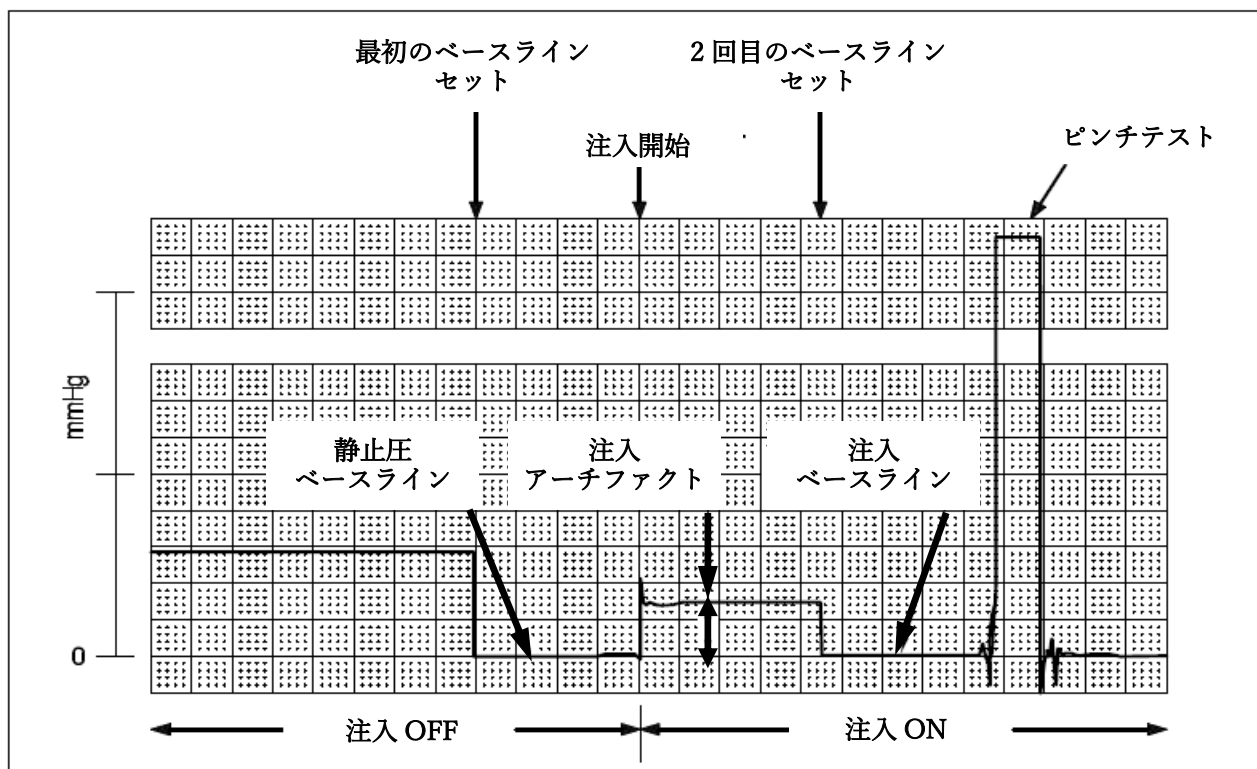
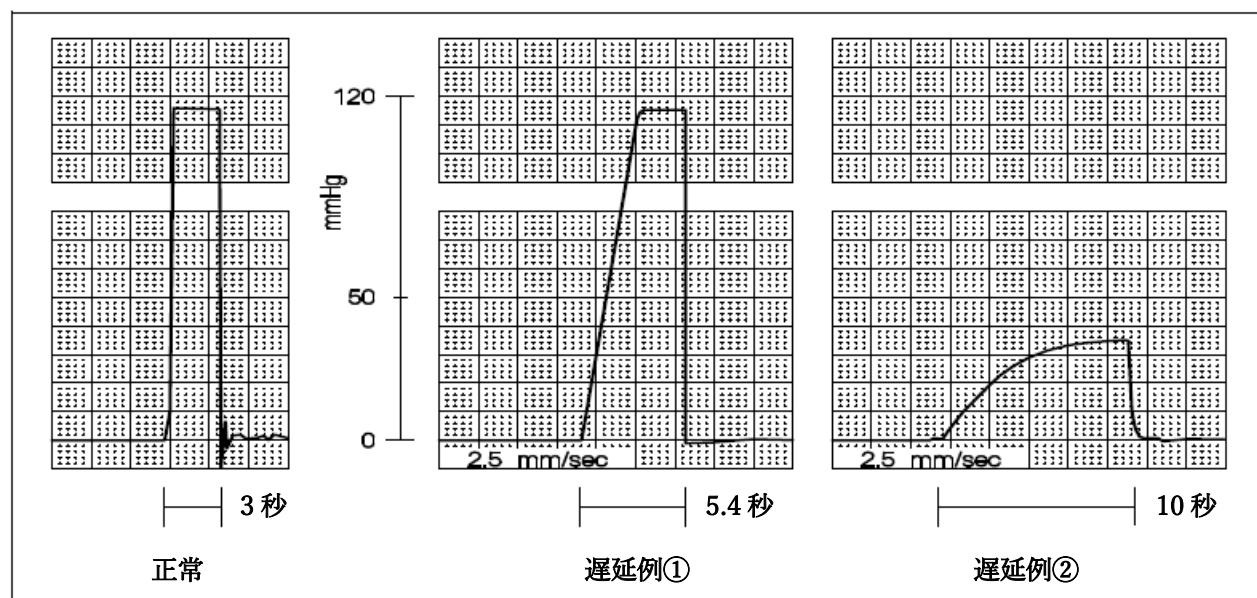

図 6 注入アーチファクトの例
図 7 ピンチテストの例：正常波形と遅延波形の例
- ④ 応答が悪い場合は、測定を始める前にトラブルシューティングを行ってください。不十分な圧力トレースの詳細な説明については、21 ページ「6.1 ピンチテストのトラブルシューティング」を参照し、圧力上昇レートの計算については 23 ページ「6.2 圧上昇率の校正」を参照してください。
- ⑤ すべてのチャンネルに対してこのテストを繰り返します。
- ⑥ このテストがすべて完了するとポンプはスタンバイモードになり、キャリブレーションの準備が整います。
- ① 測定に必要な十分な水がウォーターリザーバ内にあることを確認します。必要に応じてウォーターリザーバを補充します。
- ② 駆動圧力ゲージは、必要なレベル（通常は 15 psi）に設定してあることを確認してください。
- ③ 圧カテーテルは、トランスデューサの上部の活栓にしっかりと取り付けられ、気泡が無いことを確認してください。
- ④ 必要に応じてレコーディングシステムをキャリブレーションします（「5.5 記録システムの校正」を参照）。すべての表示されるグラフ上の値が 0 の圧力（ベースライン位置）にあることを確認します。
- ⑤ 測定時のコンピュータを起動します。
- ⑥ ベースラインの圧力値を 0 に設定します。これにより、ゼロ圧力の真の静水圧ベースラインが確立されます。
- ⑦ ポンプを ON にすると、すべてのチャンネルの圧力波形がベースラインから 2~10mmHg 増加を示すはずですが、これは摩擦およびカテーテルを通過する水流の制限によって引き起こされる注入アーチファクトとして知られています。異常に高い注入アーチファクトが生じた場合、圧カテーテル内で閉塞が生じた可能性があります。（次ページの図 6 を参照）。
- ⑧ 注入ベースラインのトレースを 0 に再設定します。これは注入基準線であり、注入アーチファクトが除去されたベースライン圧力になります。これが測定に使用されるベースラインになります。
- ⑨ ピンチテスト：トランスデューサのすぐ上にカテーテルをつまみ、圧力波形の急激な上昇を確認します。すべてのチャンネルに対してピンチテストを繰り返します。
- ⑩ 圧力波形が十分に上がらない場合は（次ページの図 7 を参照）、ポンプまたはコンピュータ記録システムが正しく機能していません。試験に進む前に問題をトラブルシューティングしてください（第 5.1 節 - ピンチ試験による機能的トラブルシューティング）。
- ⑪ 圧力波形が正常である場合、圧カテーテルは、患者が挿入の準備ができるまで、または患者に直ちに挿入することができるまで、ウォーターマニフォールドの真下の保持トレイに一時的に置くことができます。
- ⑫ ピンチ試験をもう一度やり直すか、プロトコールに従って圧測定を開始することができます。